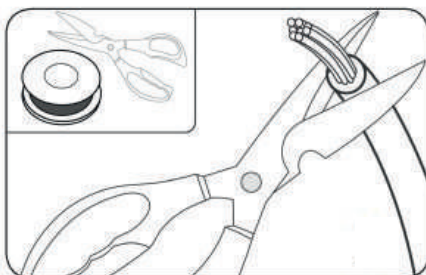
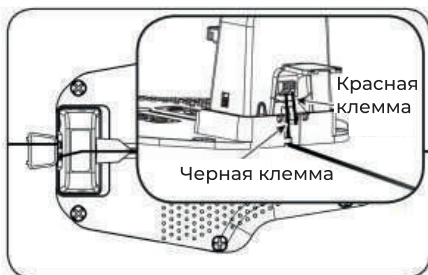

Рис. 3
Рис. 4
5.1.3 Снимите около 10 мм изоляции с каждого конца провода (как показано на рис. 3).
5.1.4 Ограничительный провод вставьте красную клемму, затем проведите ограничительный провод через прорезь под пластиной зарядной станции (как показано на рис. 4).
5.1.5 Когда вы проложите ограничительный провод по контуру рабочей зоны, отрежьте остаток провода, снимите 10 мм изоляции (рис. 3), вставьте в черную клемму (рис. 4).